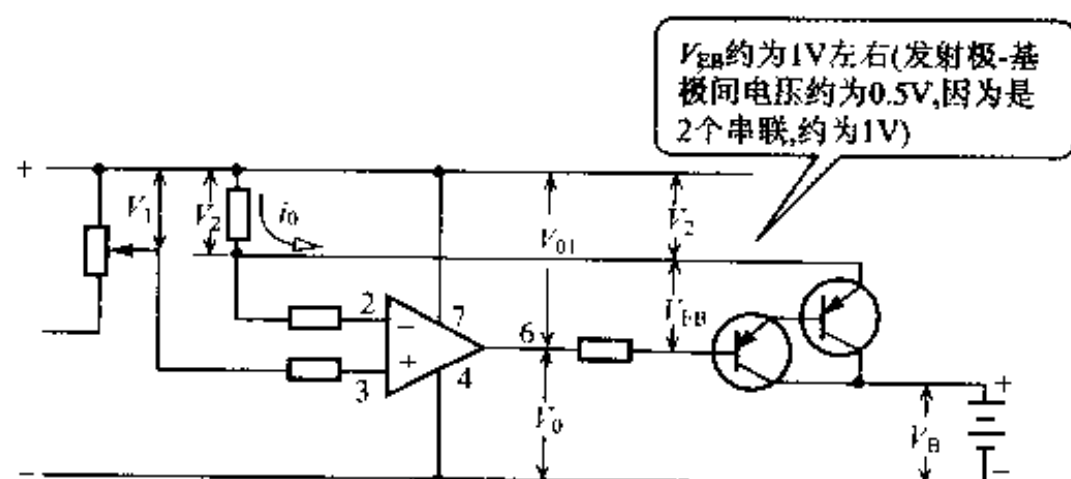

图6 OP 放大器 IC 电路的思考
⑤ 在该计算中,最重要的是核对集电极电流 I_C 和基极电流 I_B 是否超过了厂家指定的额定值。看一下前面所示的额定值就明白该设计是留有很大余地的设计。
(6) OP 放大器 IC 电路的思考(参见图 6)